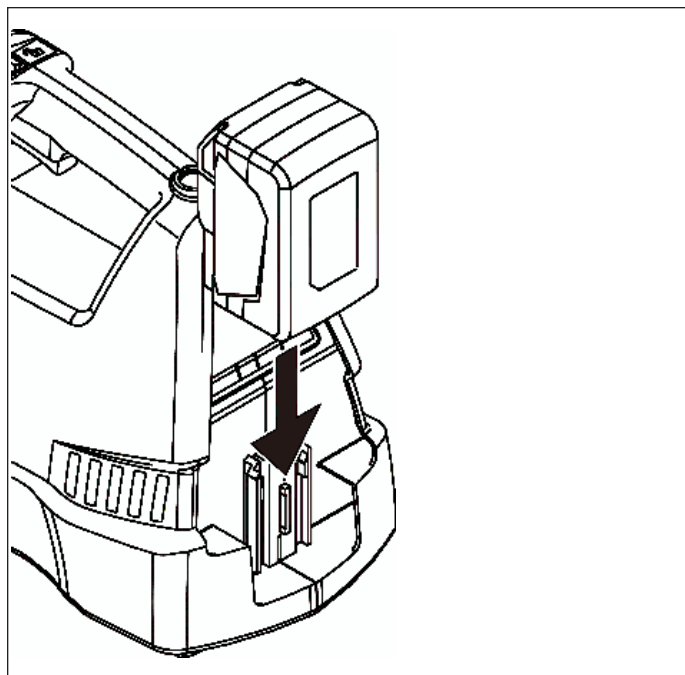

図3: バッテリーの取り付け
1. バッテリーをポンプ後部のバッテリードックにスライドさせて挿入します。図3を参照してください。